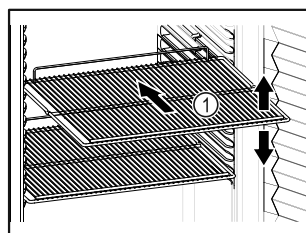

Fig. 82 Példaként szolgáló ábrázolás
- Ha a tároló rácsok *Fig. 82 (1)* áthelyezhetők, akkor igazítsa be őket a kívánt magasságnak megfelelően.